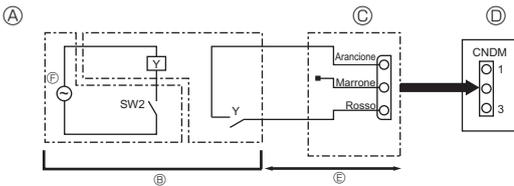

Fig. 10-2
- ⑥ Adattatore di input esterno (PAC-SC36NA-E)
④ Pannello di comando dell'unità esterna
⑤ Max. 10 m
⑥ Alimentazione per relè
10.2. Funzione a richiesta (modifica in loco) (Fig. 10-2) (solo per condizionatori d'aria)